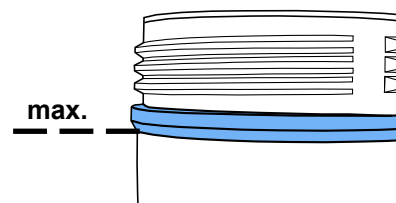

Fig. 7
- ⇒ Expulsar por completo el aire del depósito de chorreado presionando la válvula de aireación (5).
- ⇒ Desenroscar la tapa del depósito (4). (Si no es posible soltar la tapa del depósito, será que aún existe presión en el tanque de chorreado >>> ¡accionar nuevamente la válvula de aireación!)
- ⇒ Llène el depósito tan sólo hasta la máxima altura de relleno (Fig. 7) (abombamiento de la envoltura del depósito por debajo de la rosca) con material abrasivo.